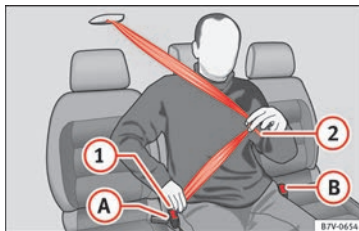

Fig. 89 Abrocharse el cinturón del asiento central de la segunda fila.
- Tire hacia abajo de la cinta del cinturón por la lengüeta de cierre » » » fig. 89  1. No doble el cinturón al hacerlo » » » .
- Pase la cinta del cinturón por la región pélvica del ocupante tirando de la lengüeta de cierre » » » fig. 89 .
- Presione la tecla roja en el cierre » » » **fig. 89**